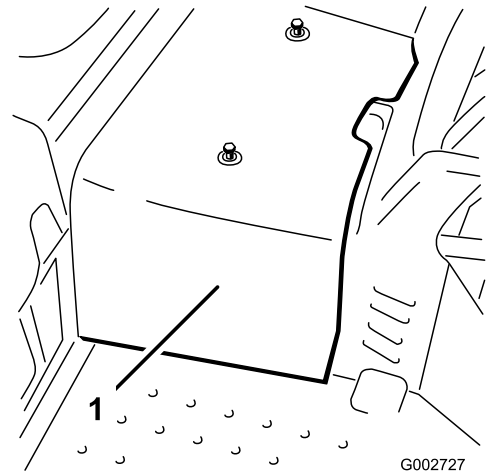

Figura 32
2. Desaperte os 2 parafusos que fixam o resguardo central à máquina e retire o resguardo (Figura 32).